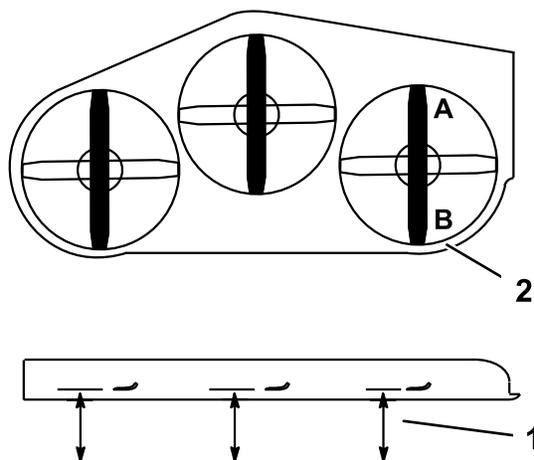

Figure 85
- Tournez la lame **droite** dans le sens longitudinal (Figure 85).
- Mesurez la distance au point **A** entre la surface plane et le tranchant de la pointe de la lame droite (Figure 85).
- Mesurez la distance au point **B** entre la surface plane et le tranchant de la pointe de la lame droite (Figure 85).
- La lame doit être plus basse de 6 à 10 mm au point **A** qu'au point **B** (Figure 85). Si ce n'est pas le cas, passez aux opérations suivantes.